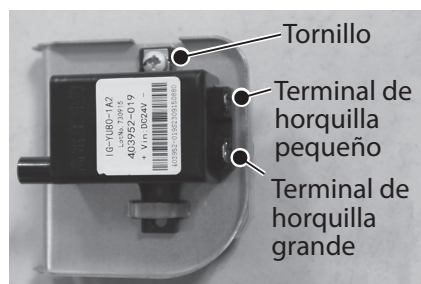

Figura 85 - Desconexión del conjunto de encendedor
- 11 Desconecte las dos conexiones de terminal de horquilla en la parte trasera del encendedor, y retire el conjunto de encendedor y el soporte del calentador de agua. Consulte la Figura 85.